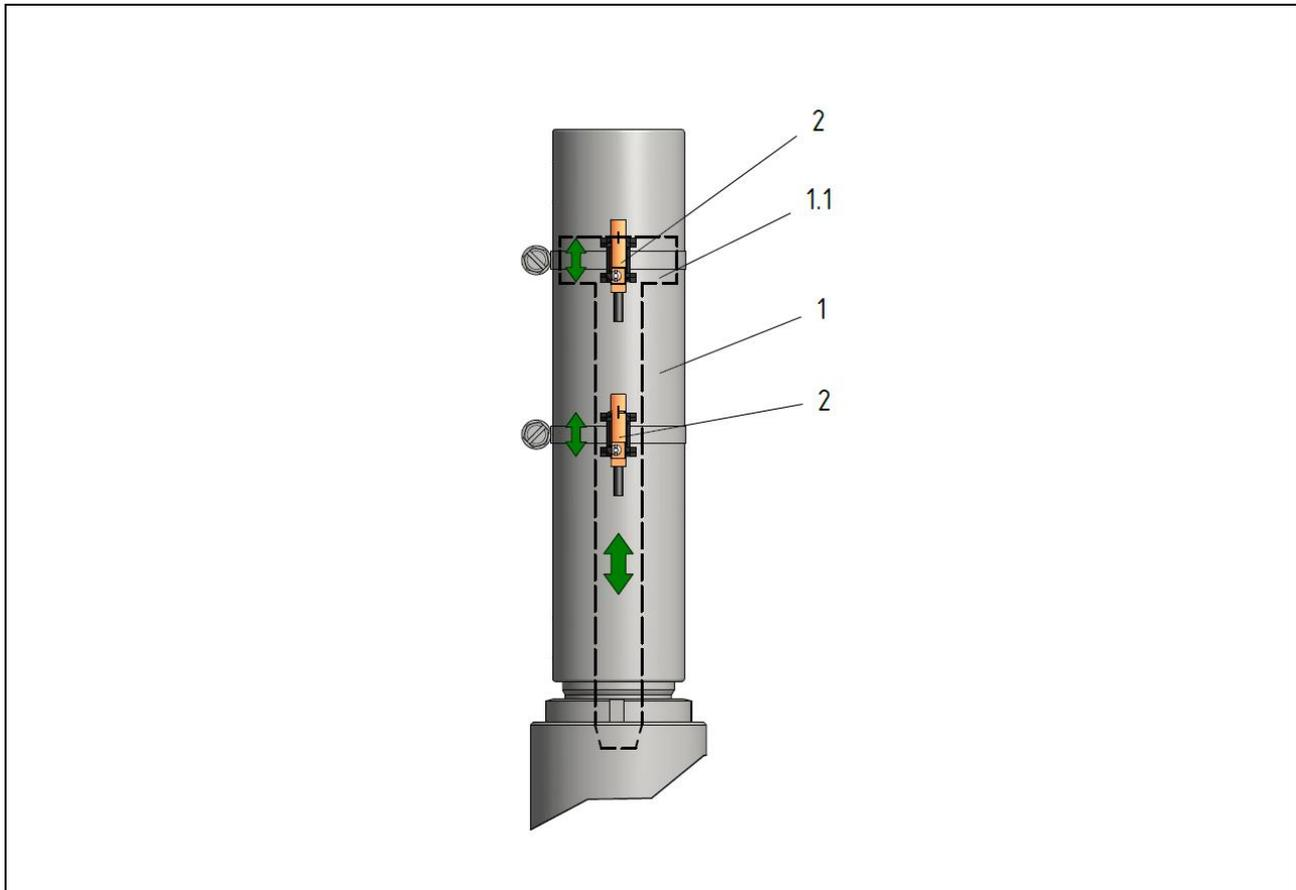

Abb. 5.1: Montage Sensor Positionssicherungs-Zylinder
Der Molch wird in der Steckkammer gesichert. Diese Positionssicherung gewährleistet der Sicherungszylinder (Molchstopper). Der Sicherungszylinder (Abb.5.1, Pos. 1) kann über Druckluft in zwei Schaltstellungen gebracht werden. Jeweils beide Positionen können zur Automatisierung abgefragt werden.
- Fahren Sie die Kolbenstange (Abb. 5.1, Pos.1.1) des Pneumatikzylinders vollständig in Endlage ein.
- Montieren Sie den Initiator (Abb. 5.1, Pos.2) so, dass eine zuverlässige Rückmeldung der Kolbenstange gegeben ist.
- Fahren Sie die Kolbenstange (Abb. 5.1, Pos.1.1) des Pneumatikzylinders vollständig in Endlage heraus.
- Montieren Sie den zweiten Initiator (Abb. 5.1, Pos.2) so, dass eine zuverlässige Rückmeldung der Kolbenstange gegeben ist.